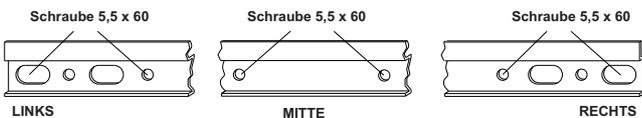

Abb. 3
3. Öffnen Sie die hintere Klappe des Kabelkanals und schieben das Möbel an die Wand. Rechts und Links sind an den Innenseiten der Außenseiten die Kippsicherungsbeschläge montiert. Drücken Sie die Gewindeschraube des Beschlags nach unten und schieben das Möbel dicht an die Wand. Lösen Sie anschließend den Druck auf die Schraube, sodass der Kopf der Schraube unter die Aufhängeschiene zurück springt. (Abb.3)
4. Nach der „Vor“ Montage der Metallträger schieben Sie das Möbel auf die Träger. (Abb.3)